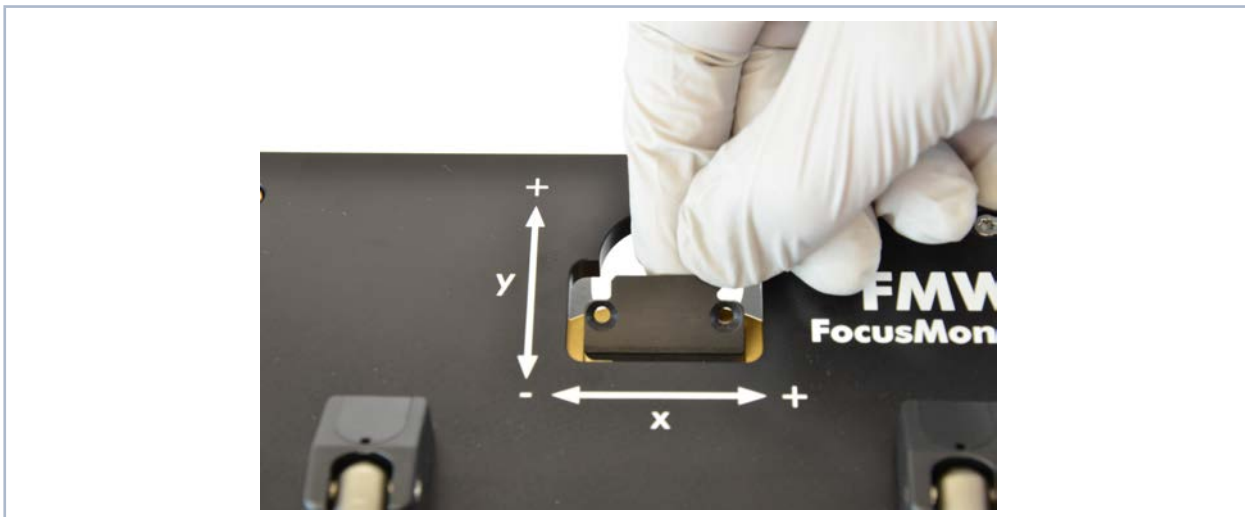

Abb. 5.4: Halteblech einsetzen
6. Setzen Sie das Halteblech mit der Führungsnut nach oben zeigend unter etwa 45 Grad in die Drehscheibe ein und drücken es dann nach unten in die Aussparung (siehe Abb. 5.4).